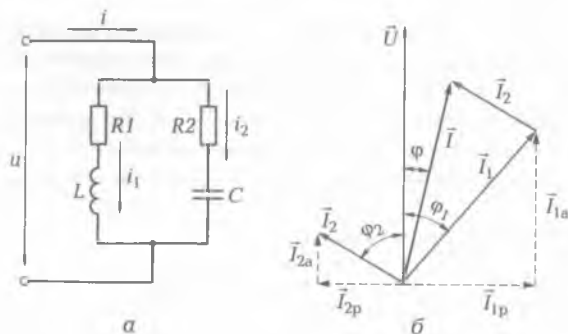

Рис. 4.9. Цепь переменного тока с параллельно соединенными элементами
Рассмотрим электрическую цепь, состоящую из двух приемников, подключенных параллельно к зажимам источника синусоидального напряжения  $u = U_m \sin \omega t$  (рис. 4.9, а). В первом приемнике включены последовательно элементы  $R_1$  и  $L$ , во втором соответственно  $R_2$  и  $C$ . Оба приемника находятся под действием одного общего напряжения  $u$ . Запишем выражения для мгновенных значений токов для первой и второй ветви:
Векторная диаграмма приведена на рис. 4.9, б. Токи, протекающие через ветви, состоят из активной  $I_a$  и реактивной  $I_p$  составляющих и соответственно имеют индуктивный и емкостной характер.
2. Электрическая цепь (см. рис. 4.9, а) имеет следующие параметры:  $U = 200$  В,  $R = 100$  Ом,  $X_L = X_C = 20$  Ом. Найдите ток в цепи.